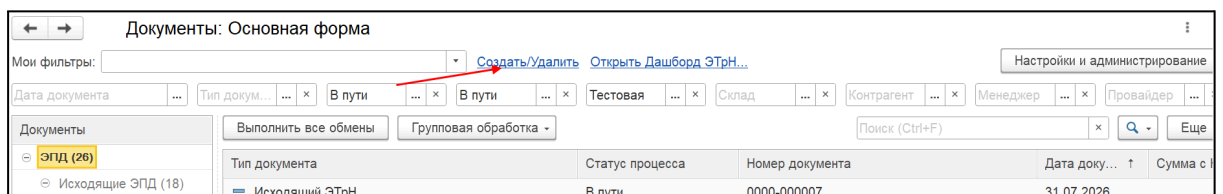

Рис. 104. Создание своего фильтра
2. Нажмите на ссылку «Создать/Удалить» (рис. 104).